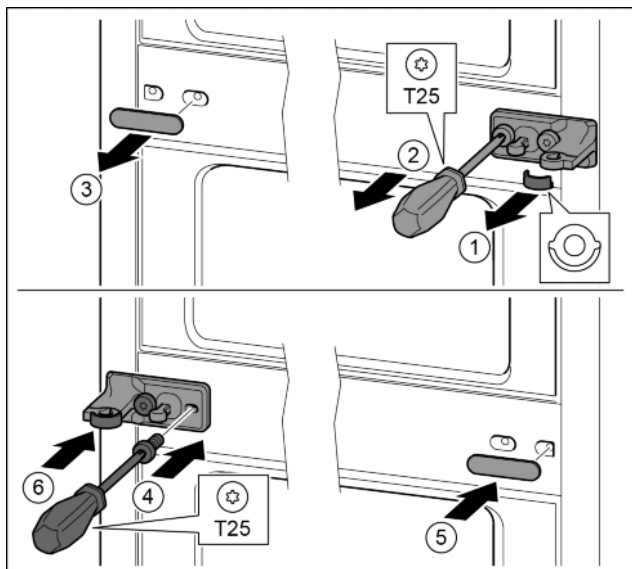

Fig. 28
- ▶ Зніміть перстину. Fig. 28 (1)
- ▶ Викрутіть гвинти за допомогою викрутки T25. Fig. 28 (2)
- ▶ Обережно зніміть кришку. Fig. 28 (3)
- ▶ Опорний кронштейн із плівкою, повернутий на 180°, закріпіть гвинтами з іншого боку. Fig. 28 (4)
- ▶ Почепіть кришку, що повернута на 180°, з іншого боку праворуч. Fig. 28 (5)
- ▶ Встановіть шайбу спереду. Fig. 28 (6)